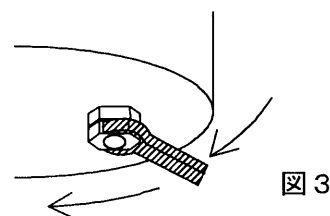

図3
- グランドナットは、スパナ等工具で強く締め付けて確実に施工してください。締め付けが不十分な場合は浸水の原因となります。（図3）